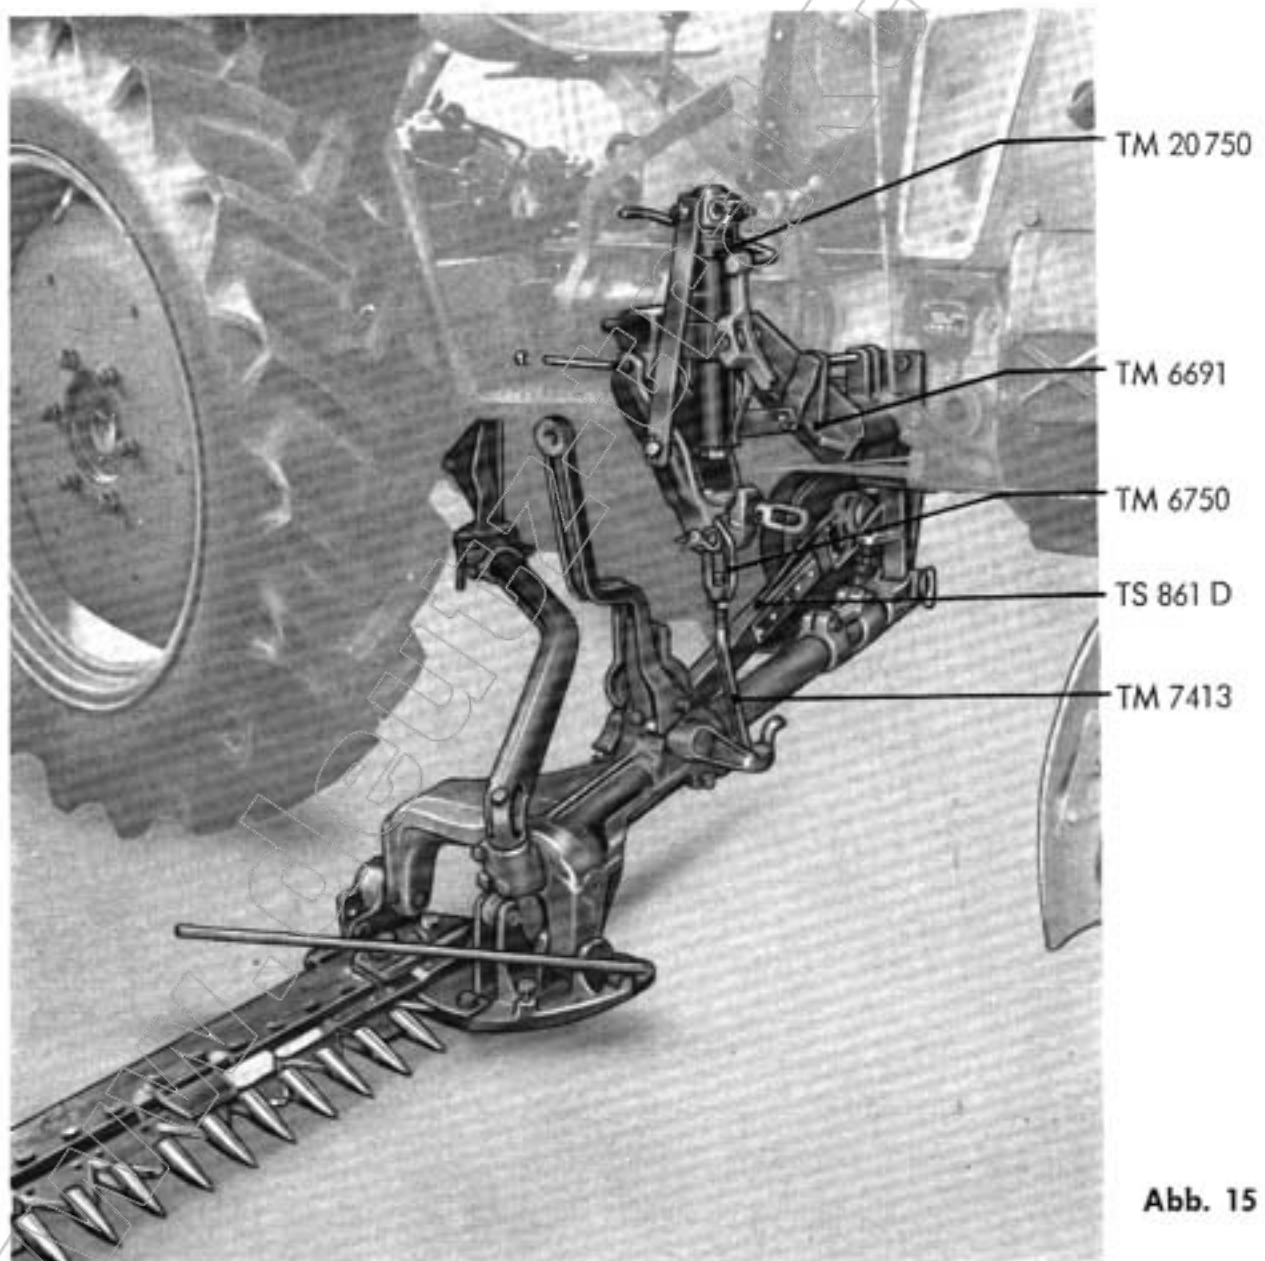

Abb. 15
- Die Verbindung zwischen dem HYDRAULIK-HEBEWERK TM 20750 und dem Unterbau wird durch die **Verbindungsstange** TM 22233 hergestellt (Abb. 15).
a) Die Länge der Verbindungsstange kann durch Herein- oder Herausdrehen der Verbindungsöse TM 6750 eingestellt werden (Abb. 15). In der Bodenlage des Mähbalkens soll in der Verbindungsstange 5 mm Spiel sein.